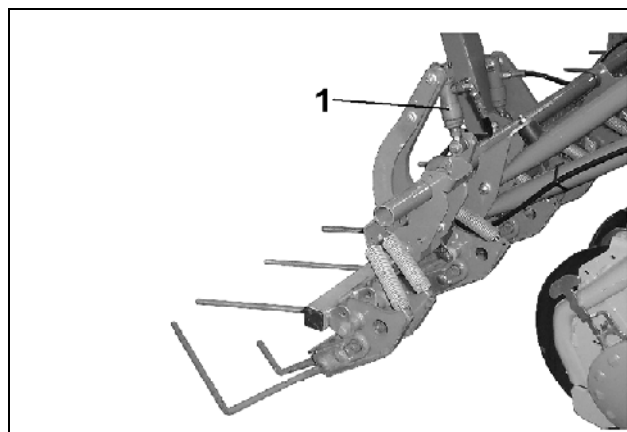
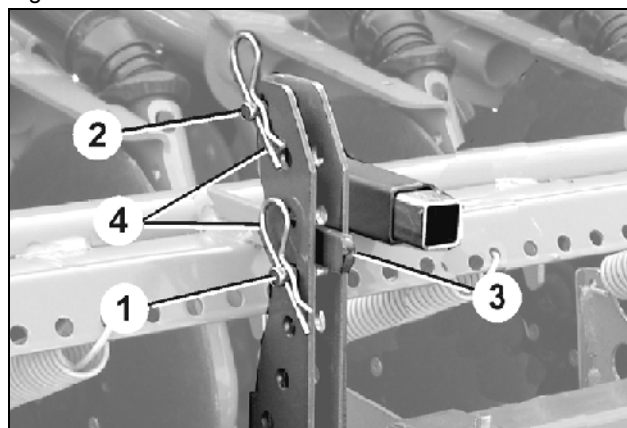

Fig. 99
Fig. 100
La trecerea de la soluri mai ușoare la soluri mai dure și invers, forța de apăsare a grapei poate fi modificată prin intermediul unui cilindru hidraulic (Fig. 99/1).
Două bolțuri (Fig. 100/1 și 2) sunt fixate pe post de opritoare pentru levierul (Fig. 100/3) din elementul de reglaj. Levierul, acționat de cilindrul hidraulic (Fig. 99/1) atinge bolțul I când cilindrul este depresurizat, și bolțul II (Fig. 100/2), când cilindrul este alimentat cu presiune. Pentru reglarea unei forțe mai mari de apăsare a grapei
- se depresurizează cilindrul hidraulic (Fig. 99/1).
- se fixează bolțul II (Fig. 100/2) într-un orificiu deasupra levierului (Fig. 100/3) în elementul de reglaj și se asigură cu un șplint (Fig. 100/4).
- se alimentează cilindrul hidraulic (Fig. 99/1) cu presiune.
se fixează bolțul I (Fig. 100/1) într-un orificiu al segmentului de reglaj sub levier (Fig. 100/3) și se asigură cu un șplint Fig. 100/4).